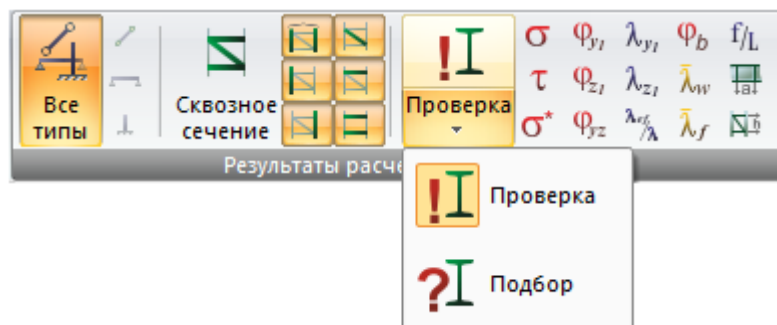

Рис. 142. Раскрывающийся список **Показывать результаты**
**Показывать результаты** (рис.142) – раскрывающийся список. Выбор вида расчета стальных элементов для просмотра результатов.